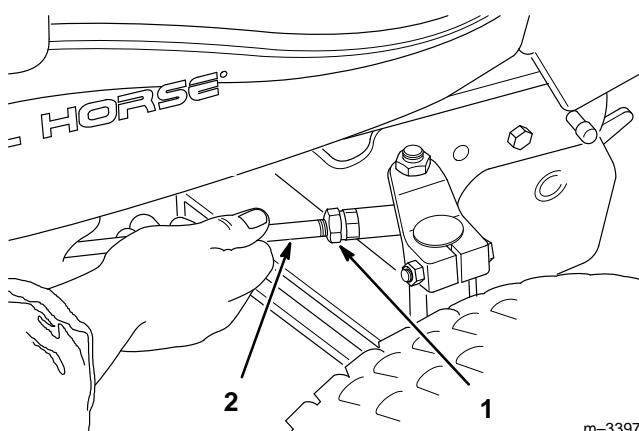

Figure 41
1. Desserrer les contre-écrous aux extrémités des bielles de direction (Fig. 41).